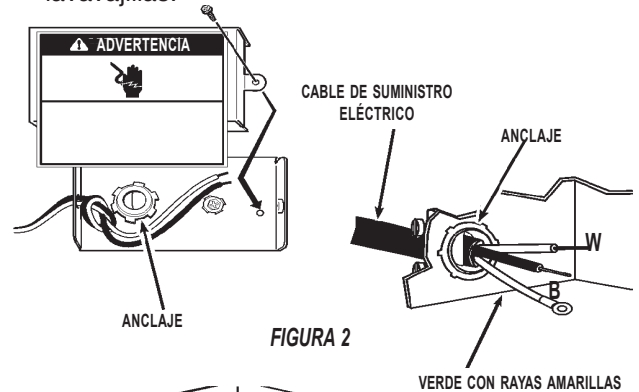

FIGURA 2
3. Coloque el anclaje de metal en el orificio de la parte trasera de la caja de terminales. Vea la figura 2.